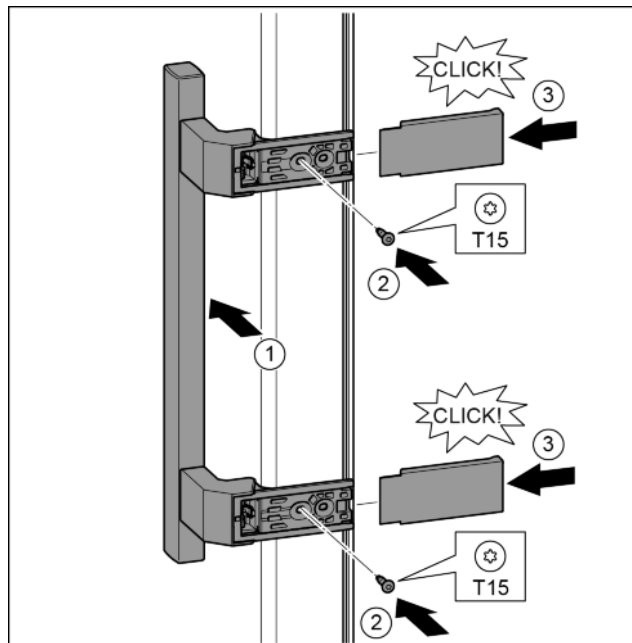

Fig. 18
- Nasad'te madlo na protilehlé straně. Fig. 18 (1)
- Šroubovákem T15 pevně utáhněte šrouby. Fig. 18 (2)
- Kryty bočně nasad'te a nasuňte. Fig. 18 (3)